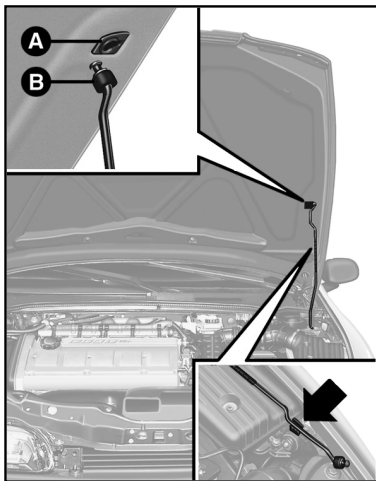

fig. 103
3) Levantar o capô pela parte central e, ao mesmo tempo, liberar a haste de sustentação **B-fig. 103** do dispositivo de travamento.
- 1) Manter o capô levantado, retirar a haste **B-fig. 103** da sede **A** e recolocá-la em sua sede no dispositivo de travamento.